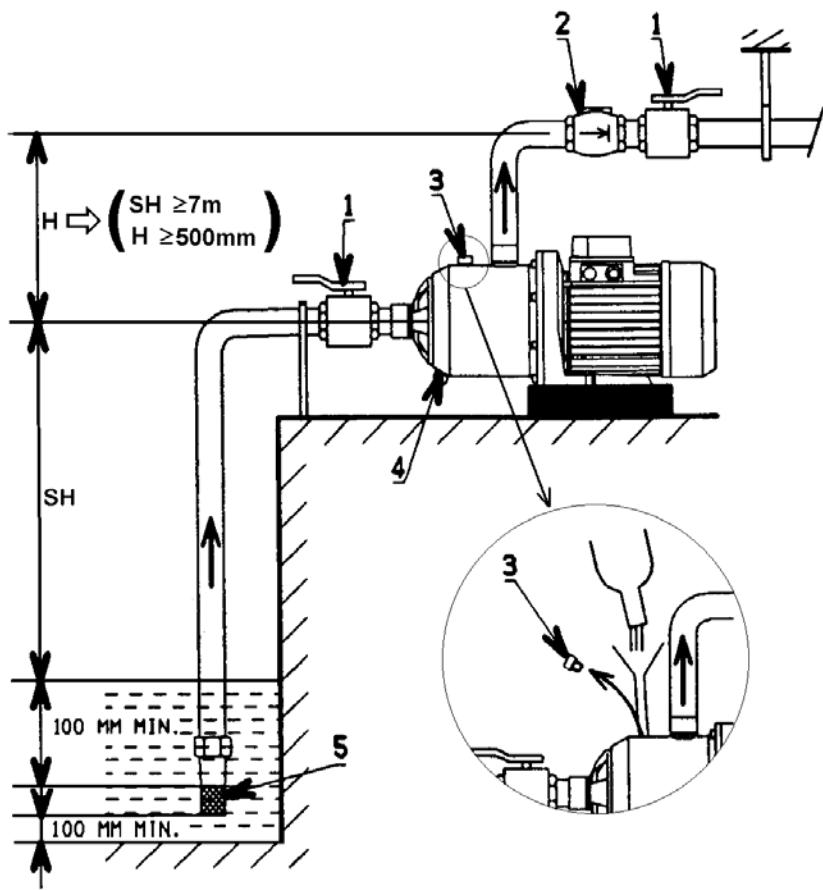

Рис. 3
- ◆ Диаметр всасывающего трубопровода/шланга должен быть не меньше номинального диаметра всасывающего патрубка насоса. Для насосов серии 6 м³/ч и всасывающей высотой (SH) более 6 м минимальный внутренний диаметр всасывающего трубопровода равен 28 мм. Всасывающий трубопровод должен быть абсолютно герметичным.
- ◆ При высоте всасывания (SH) \geq 7 м необходимо иметь вертикальный участок напорного трубопровода высотой не менее 500 мм (рис. 3)
Пуск насоса в режиме всасывания (рис. 3)